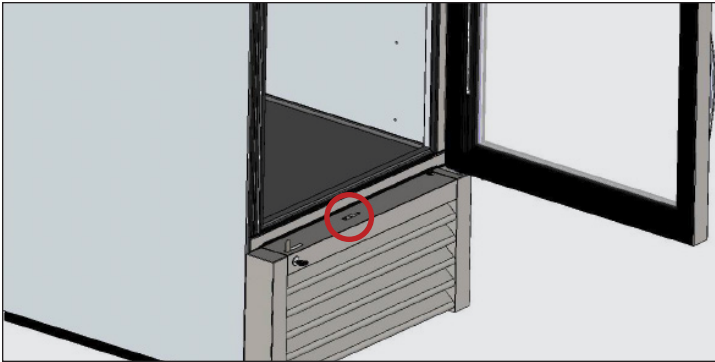

Abb. 1. Entfernen Sie das vordere Lamellengitter vom Gerät.
2. Entfernen Sie das vordere Lamellengitter vom Gerät. Siehe Abb. 1.